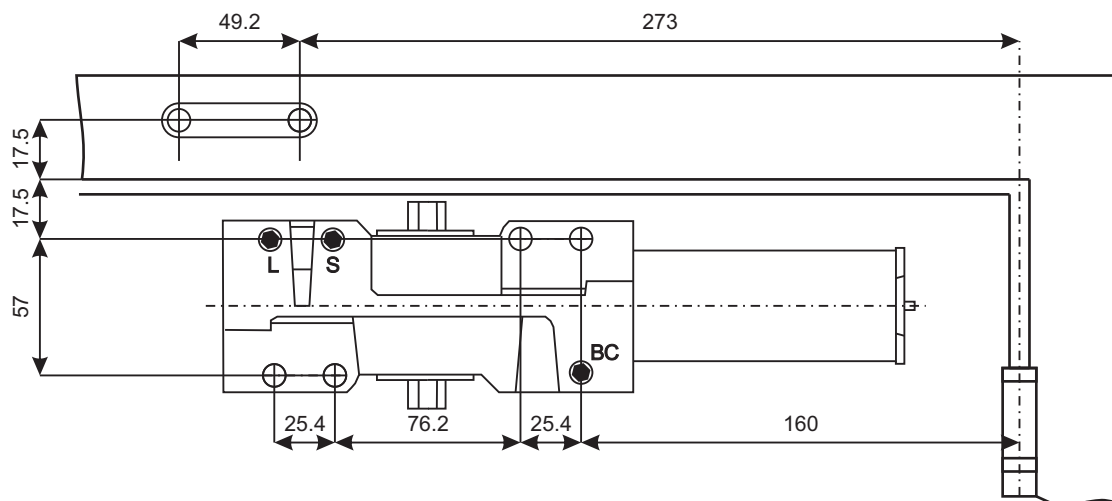

Рисунок 1.
1. Используя рисунок 1 наметьте и просверлите крепежные отверстия для тела доводчика и кронштейна рычага.
4. Отрегулируйте винтом «CLOSING» (рисунок 1) скорость закрытия.
5. Отрегулируйте винтом «LATCH» (рисунок 1) скорость доводки в диапазоне  $18^\circ - 0^\circ$  (см. раздел регулировки).
6. Данная модель доводчика оснащена винтом регулировки BACK CHECK (ветровой тормоз), который ограничивает резкое распахивание или захлопывание двери на отрезке от  $70^\circ$  до  $180^\circ$  (зависит от регулировки). При необходимости отрегулируйте степень амортизации, используя винт "BC" (рисунок 1).